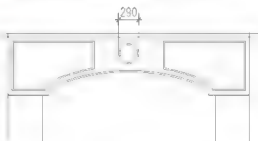

图 5.42 绘制圆
(4) 居中绘制直径为 290 mm 的圆, 并向内偏移 20 mm, 结果如图 5.42 所示。